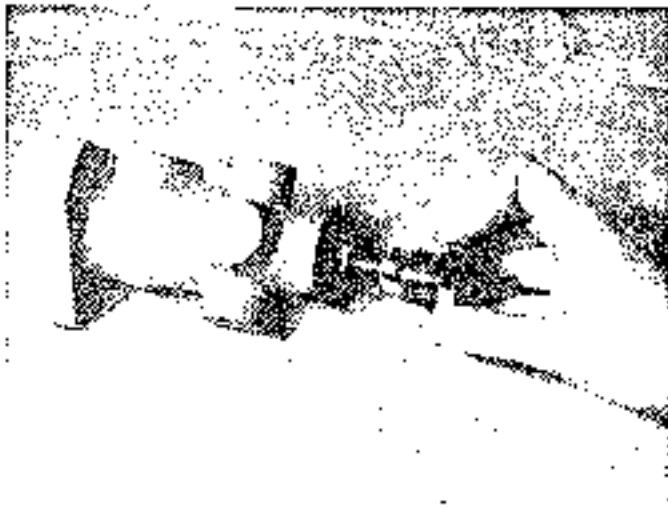

Fig. 14
- 1) With O-ring ④ installed, insert the inlet valve seat ass'y into body ③, and clamp inlet valve seat ③. (Fig. 14)
- 1) インレットバルブシート Ass'y に O リング ④ をはめてボデー ③ に組み込み、インレットバルブシート部を締め付ける。(Fig. 14)